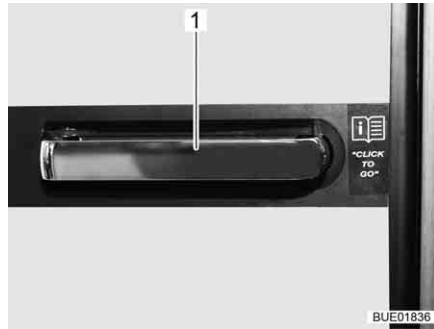

Bild 232 Dörrhandtag kylskåp
**Dometic 9-serie** Kylskåpet öppnas och stängs med handtaget (Bild 232,1) på dörren.